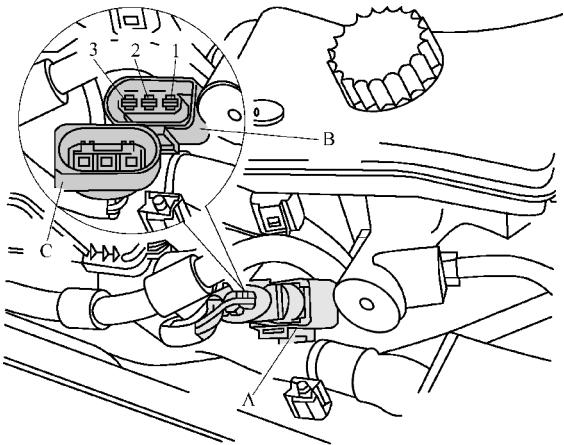

图 8-3-21 进气单元 3 上的插接器连接
(1) 将车辆停在阳光下。在不利的气候下可以用两个普通的 500W 卤素灯照明太阳能天窗。照射时与太阳能天窗的距离必须保持在 500mm 。在用卤素灯照射太阳能天窗时将只输出一个约 1.5W 的电能(新鲜空气鼓风机 V2 旋转,然而气流几乎觉察不到)。
(2) 打开“中部”仪表板出风口并关闭其他出风口。
(3) 检查操作与显示单元(Climatronic 控制单元 J255)的匹配功能(与功能“带太阳能电池的滑动天窗”必须匹配)。
(4) 检查 MMI(多媒体界面)上的设置,必须已设定功能“太阳能模式”。
(5) 关闭滑动天窗。
(6) 关闭点火开关,操作与显示单元(Climatronic 控制单元 J255)变黑,必须能确定一股气流从仪表板出风口吹出(必要时用湿润的手检测)。若未能感觉到气流,查询操作与显示单元(Climatronic 控制单元 J255)的故障存储器,检查操作与显示单元(Climatronic 控制单元 J255)的设码和匹配。关闭点火开关,拆下排水槽盖板。如图 8-3-21 所示,打开从汽车导线束至进气单元的 3 芯插接器 A(至新鲜空气鼓风机控制单元 J126)。在插接器 B 上的端子 2(来自太阳能天窗)和 3(接地)之间测量电压,标准值